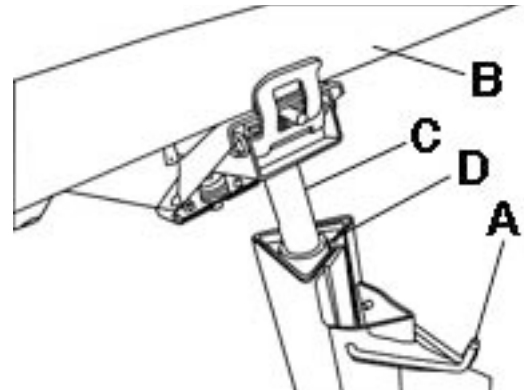

FIGURE 6
- 1) Avant d'installer le berceau, il faut retirer le crochet de retenu (A) Fig.6 en le pivotant vers le bas. Ce crochet de retenu empêche les poteaux télescopiques de s'étendre pendant le transport et l'entreposage.
- 2) Soulevez le berceau (B) Fig.6 et insérez la tige du berceau (C) dans l'ouverture (D) sur le haut des poteaux télescopiques. Assurez-vous que la tige rentre à fond dans l'ouverture.